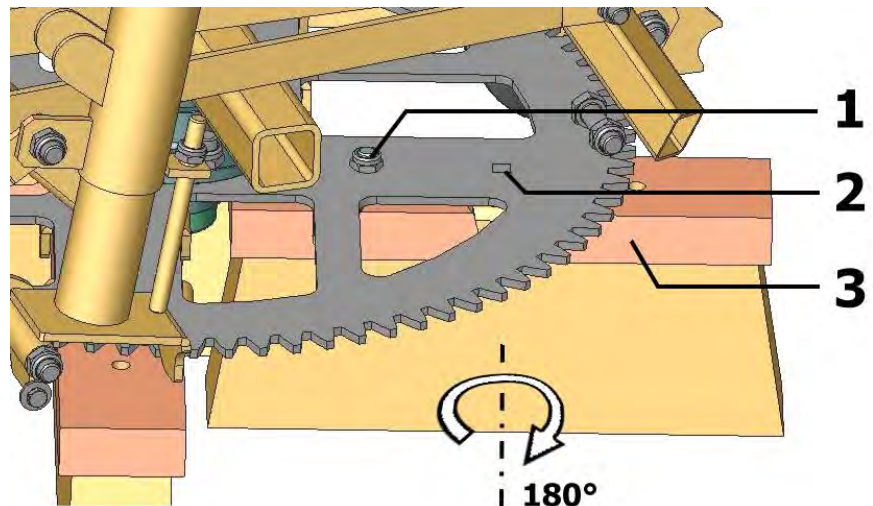

Bild 7
- Befestigungsschraube (1) an Bürste entfernen.
- Bürste (3) entnehmen, um 180° drehen (um eigenen Achse). (siehe Bild 7)
- Unterlegscheibe (4170.0022) an gleicher Position (2) unterlegen und Befestigungsschraube wieder anziehen.